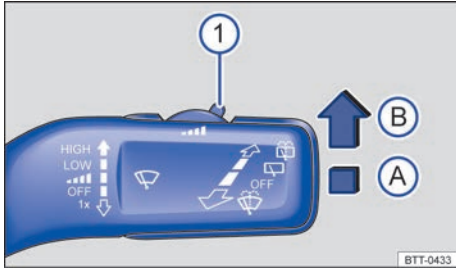

Fig. 79 En el lado derecho de la columna de dirección: palanca del limpiacristales.
Presione la palanca hasta la posición deseada → fig. 79:
La sensibilidad del sensor de lluvia y de luz puede ajustarse manualmente con el mando → fig. 79 ① situado en la palanca del limpiacristales → ▲.